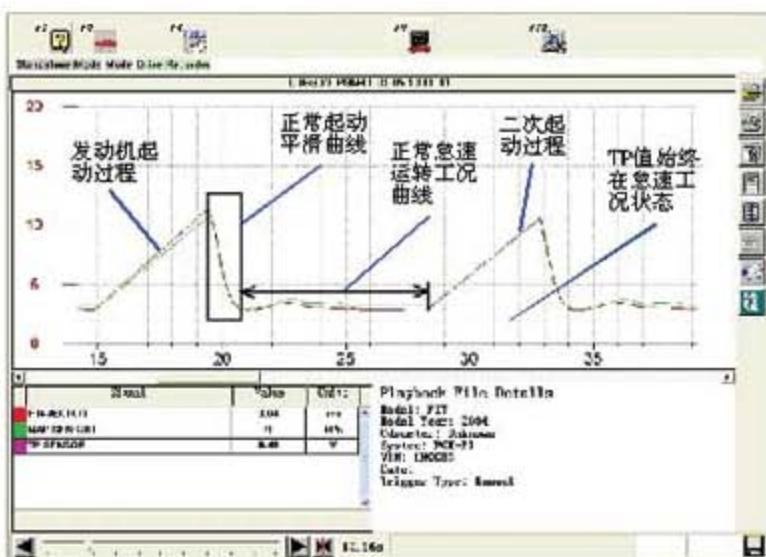

图 3
8). 重新铰气门座圈并研磨气门，考虑到气缸与活塞的损坏程度较小。用细砂纸打磨后，更换活塞环。装复发动机，起动顺畅。再次用 HDS 行车记录器采集维修后的各传感器综合参数曲线图(图 3)，从图中可以看出发动机起动平顺，怠速工况正常。